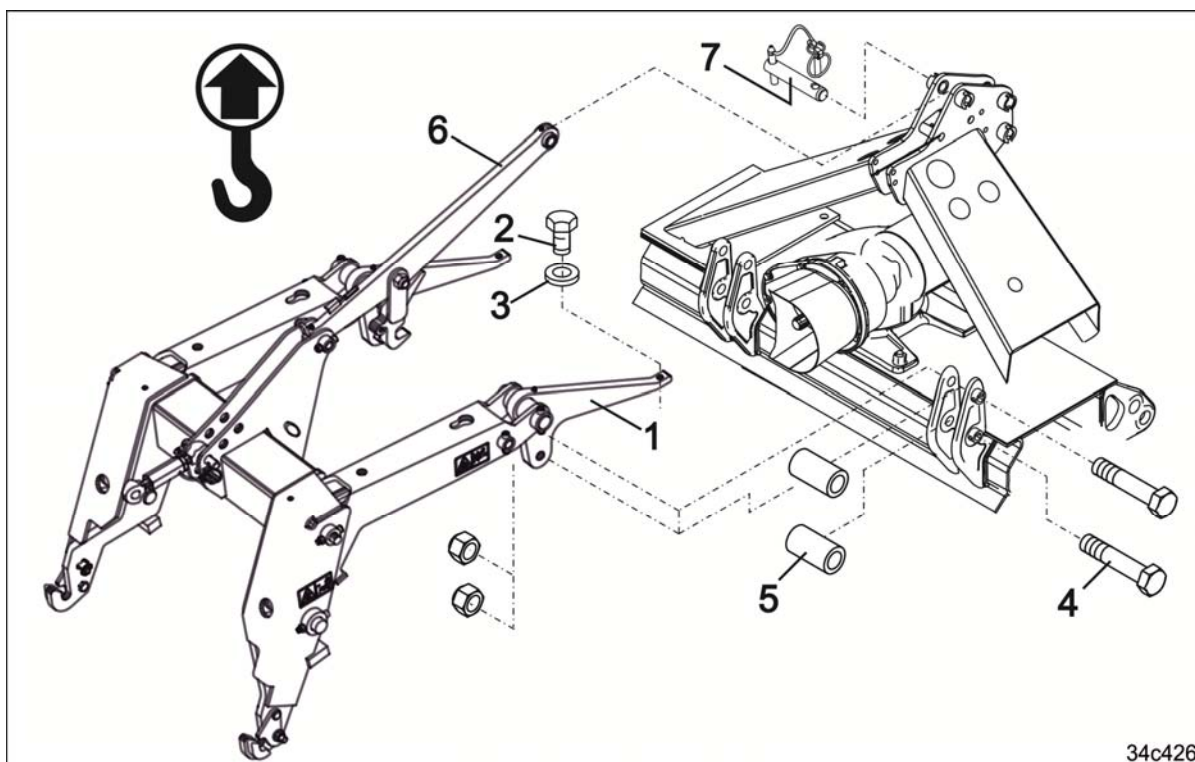

Рис. 88
5. Привинтите кронштейн (Рис. 88/1) к почвообрабатывающей машине:
- двумя болтами агрегата (Рис. 88/2) с шайбами (Рис. 88/3);
- 4 болтами (Рис. 88/4) с 4 распорными втулками (Рис. 88/5).
6. Закрепите верхнюю тягу (Рис. 88/6) пальцем (Рис. 88/7) и вставьте пружинный фиксатор.